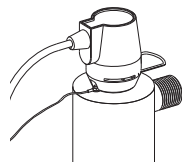
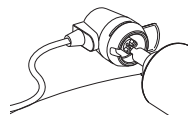
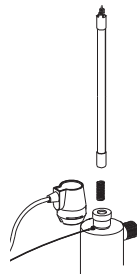

Рис. 1
Рис.2
Рис. 3
2. Отключите электропитание системы. Отключите Safety-Loc™ коннектор, выдвинув металлическую стопорную скобу (рис.1). Выдвиньте коннектор и излучатель (рис.2). Отсоедините излучатель от коннектора (рис.2). Не выкручивайте излучатель, просто отсоедините его от коннектора. Не касайтесь “стеклянной” части излучателя. Предпочтительно держать излучатель за керамические изоляторы. Полностью удалите излучатель из реактора, не изгибая его, чтобы не повредить кварцевую трубку.
4. Осторожно вставьте излучатель внутрь кварцевой трубки, расположенной внутри реактора (рис. 3). Опустите излучатель так, чтобы он выступал из корпуса реактора на 5 см. Присоедините Safety-Loc™ коннектор к излучателю (рис. 2).